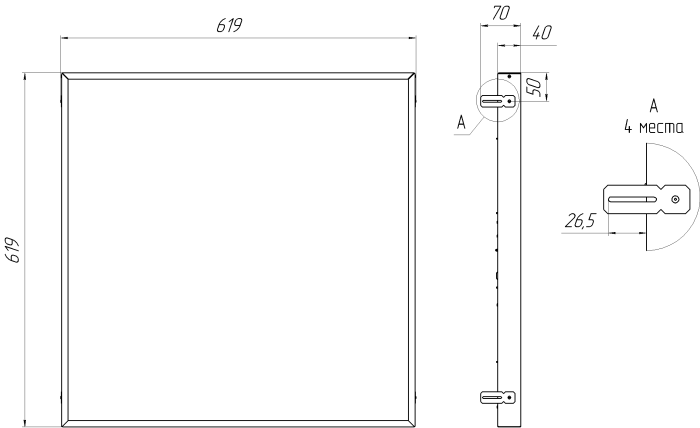

Рисунок 1. Габаритный чертеж Econex Office Gr 619x619 G2 EM
5.1.2. Для установки светильника необходимо повернуть торцевую панель и аккуратно снять рассеиватель. Надежно закрепить на ровной поверхности корпус светильника при помощи комплекта креплений, габариты для монтажа см. рисунок 1.